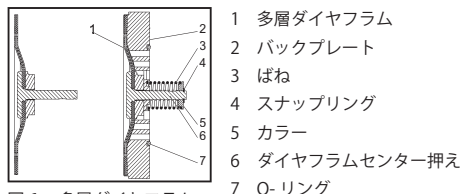

図6 多層ダイヤフラム
- ①ストローク長調節ノブ（2）の位置を 0% にします。
- ②ギアボックス換気プラグ（3）を反時計回りに回して、ギアボックス換気プラグ（3）を取外します。
- ③ベントプラグ（5）の下にオイルを受ける容器をセットします。
- ④ベントプラグ（5）を取外します。
- ⑤ハウジング（8）内からオイルを取出します。
- ⑥オイルを受ける容器を油圧ユニット（7）の下へ移動します。
- ⑦オイルドレンプラグ（4）を取外します。
- ⑧油圧ユニット（7）内からオイルを取出します。
- ⑨ベントプラグ（5）を取付けます。
- ⑩オイルドレンプラグ（4）のシール部品を交換し、オイルドレンプラグ（4）を取付けます。
■多層ダイヤフラムの交換（図6）
- ①吸入及び吐出弁に接続されている配管を取外します。油圧ユニット内のオイルが完全に抜けていることを確認して下さい。
- ②接液部取付ボルトを緩め、油圧ユニットから接液部を取外します。
- ③接液部から多層ダイヤフラム（1）とバックプレート（2）を取外します。
- ④スナップリング（4）を取外す際に、カラー（5）とスナップリング（4）が飛び出すことがありますので、保護メガネをして下さい。
- ⑤多層ダイヤフラムセンター押え（6）からスナップリング（4）を取外し、ばね（3）、カラー（5）を取外します。
- ⑥バックプレート（2）から多層ダイヤフラム（1）を取外します。
- ⑦新しい多層ダイヤフラム（1）をバックプレート（2）に取付けます。
- ⑧ばね（3）とカラー（5）を多層ダイヤフラムセンター押え（6）に入れ、スナップリング（4）で固定します。
- ⑨バックプレート（2）と油圧ユニットの間にあるOリング（7）を交換します。
- ⑩多層ダイヤフラム（1）とバックプレート（2）を油圧ユニットに取付けます。